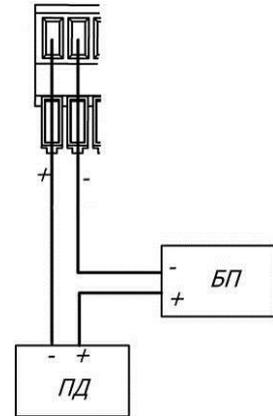
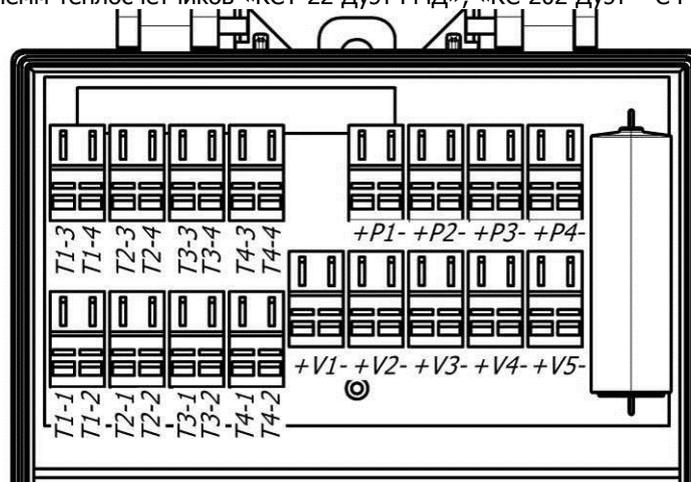

рис. 6.6
рис. 6.7
Схема расположения клемм теплосчетчиков «КСТ-22 Дуэт РМД», «КС-202 Дуэт – С РМД» - на рис. 6.6.
- провести кабель через гермоввод, подключить к входным клеммам. В том случае, если выход подключаемого преобразователя расхода имеет полярность - соблюсти полярность. Расположение входных клемм изображено на рис. 6.6. Схемы подключения термометров сопротивления по 4-х проводной и по 2-х проводной схемам изображены на рис. 6.7 и рис. 6.8. Схема подключения преобразователя давления – на рис. 6.9. (ПД – преобразователь давления, БП – блок питания преобразователя давления);
- подключение термометров, по двухпроводной схеме производить в соответствии со схемой, изображенной на рис. 6.3, рис. 6.7 при этом перемычки должны быть установлены;